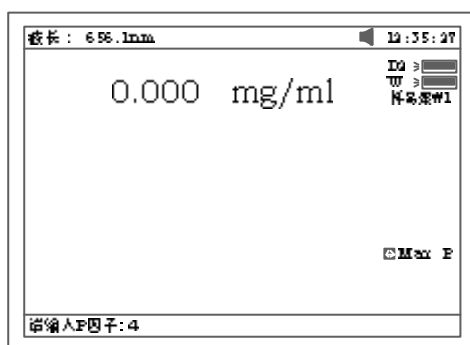

图 23
a. 按【F3】直接输入已知浓度因子F的值后,按【ENTER】确认,图 23. 然后将待测溶液拉入光路读取浓度值 ;